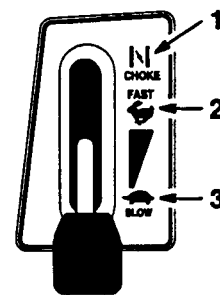

Fig. 8
4. Spostate la leva del gas in posizione arricchitore ("CHOKE") (Fig. 8).
6. Quando il motore si avvia, spostate lentamente la leva del gas in posizione "FAST" (marcia) (Fig. 8). Se il motore si ferma o non si avvia correttamente, riportate la leva su arricchitore ("CHOKE") per alcuni secondi; portate quindi la leva del gas su "FAST". Se necessario, ripetete questa procedura.
1. Spostate la leva del gas in posizione "SLOW" (Fig. 8).